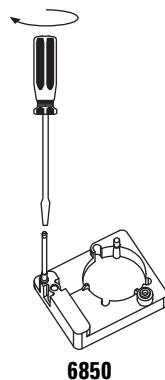

图 17 安装固定柱 (6850 GC)
- **6850 系列 GC**。装入进样口安装支架中。松开进样口螺丝，安装固定柱，然后拧紧螺丝。必须一直向下旋转固定柱（图 17）。